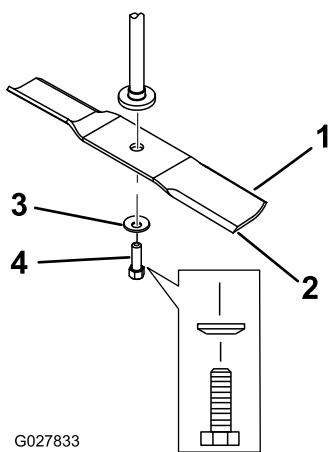

Figura 50
2. Retire del eje el perno de la cuchilla, la arandela curva y la cuchilla (Figura 50).
- Instale la cuchilla en el eje (Figura 50).
- Instale la arandela curva (con la copa hacia la cuchilla) y el perno de la cuchilla (Figura 50).